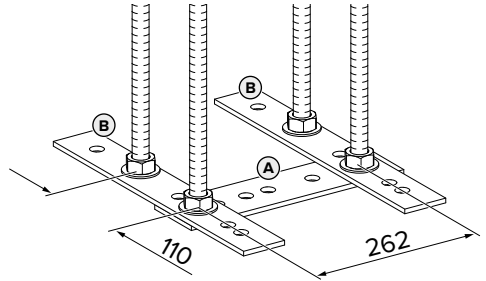
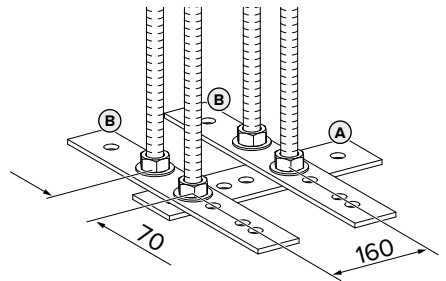

Fig. 1: Dimensioni [mm]
Fig. 2: Dimensioni [mm]
- Inserire le aste filettate negli acciai piatti tenendo conto delle dimensioni in Fig. 1 e Fig. 2. Assicurarsi che l'acciaio piatto (A) e gli acciai piatti (B) siano disposti ad angolo retto (90°).